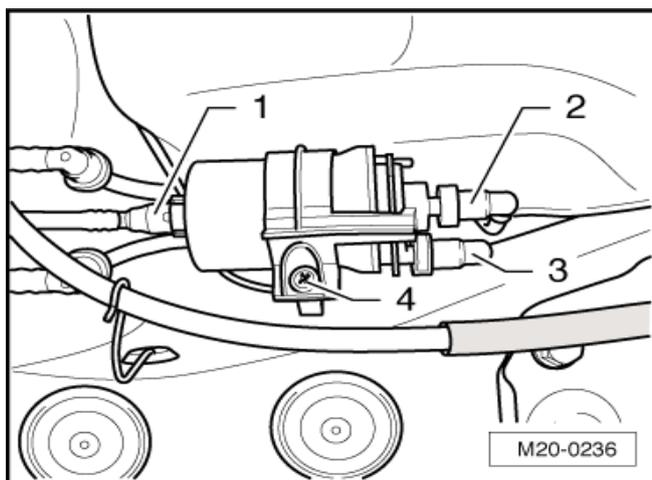

Fig. 1 Tubo de alimentación 1
Levanta el vehículo por la parte trasera lado derecho, desconecta el tubo de alimentación (1) que llega al filtro desde la bomba en el tanque de combustible (fig.1). Emplea un manómetro con llave de control de paso.